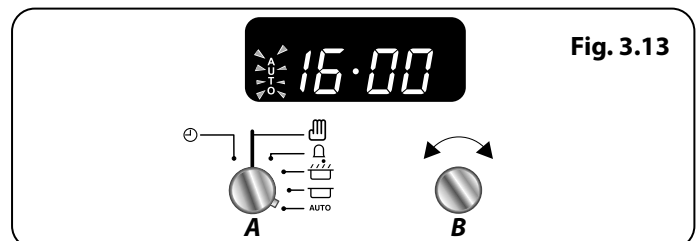

Fig. 3.13
6. När programmet startar ugnen, visas tillagningssymbolen på displayen. När den inställda tiden har förflutit hörs en larmsignal och multifunktionsugnen stängs av. Tillagningssymbolen på displayen släcks och ordet "**AUTO**" blinkar (**Fig. 3.13**).